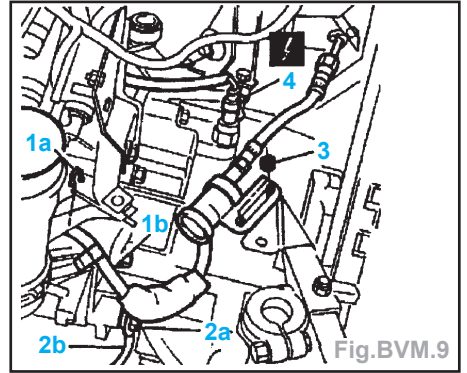

Fig. BVM.9
- Débrancher le câble de masse (2b) côté BV ainsi que le connecteur de feux de recul (4) (Fig. BVM.9).
- Déposer l'écrou (3).